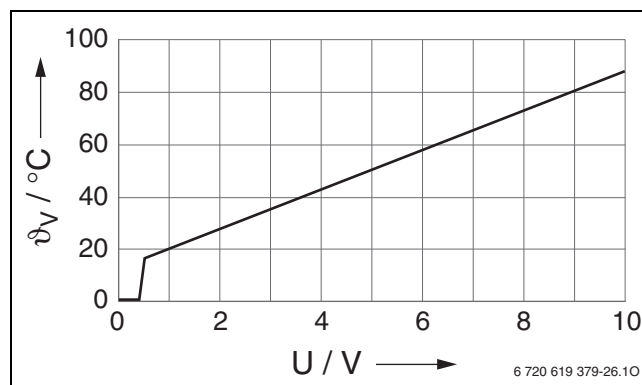

Рис. 11 Характеристика модуля сообщений о неисправностях EM10 (заданные значения)
На основе сигнала 0 – 10 В постоянного тока возможно регулирование по температуре подачи или по мощности (см. рис. 11).
- Управление отопительным котлом с помощью внешнего сигнала 0 – 10 В постоянного тока. Через сигнал 0 – 10 В постоянного тока на отопительный котел передается температура подающей линии (см. рис. 11) или мощность.